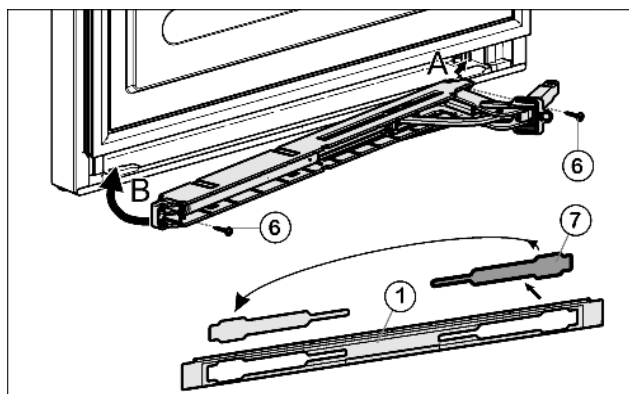

Fig. 9
- ▶ Освободите крышку Fig. 9 (7) из накладки Fig. 9 (1) и снова установите её на другой стороне.
- ▶ Прикрутите (2 шт. Torx® 15) Fig. 9 (6) узел амортизатора закрывания дверцы.